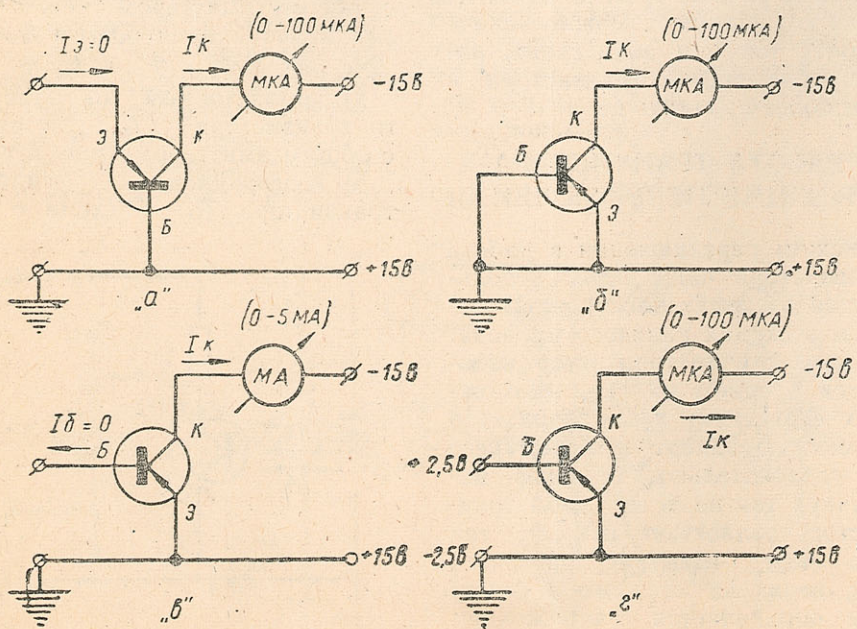

Рис. 8.
- 3) коллекторный ток в схеме с общим эмиттером $I'_{ко}$ при разомкнутой цепи базы ($I_b = 0$) (см. рис. 8, б) и $I'_{ко} = I_{ко} \cdot \beta$;
- 4) коллекторный ток запертого транзистора $I_{кз}$ в схеме с общим эмиттером (рис. 8, в);
В таблице 2 приведены электрические параметры транзисторов типа П13÷П15. Каждый транзистор перед подсоединением к схеме необходимо проверить (см. рис. 8, а, б, в, г). Если хотя бы один из параметров не будет удовлетворять техническим требованиям на транзисторы, приведенным в таблице 2, то использовать такие транзисторы не рекомендуется.